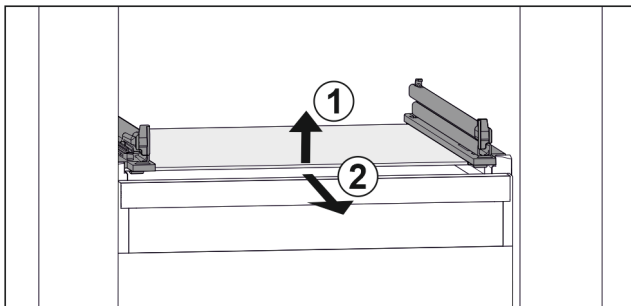

Fig. 124 Rappresentazione esemplificativa del ripiano in vetro
- Sollevare il ripiano in vetro dal davanti. Fig. 124 (1)
- Rimuovere il ripiano in vetro tirando in avanti. Fig. 124 (2)